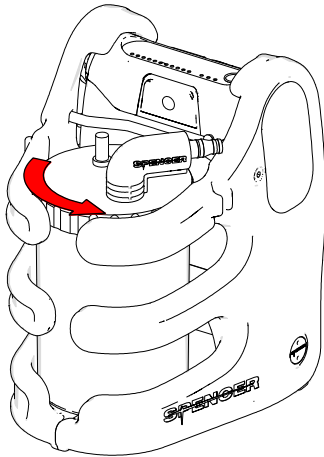

Abb. 9
1. Behälter mit dem Filter verbinden (Nr°5 Abschnitt 3.2 der Behälter in seinem Gehäuse einfügen (Abb.9).